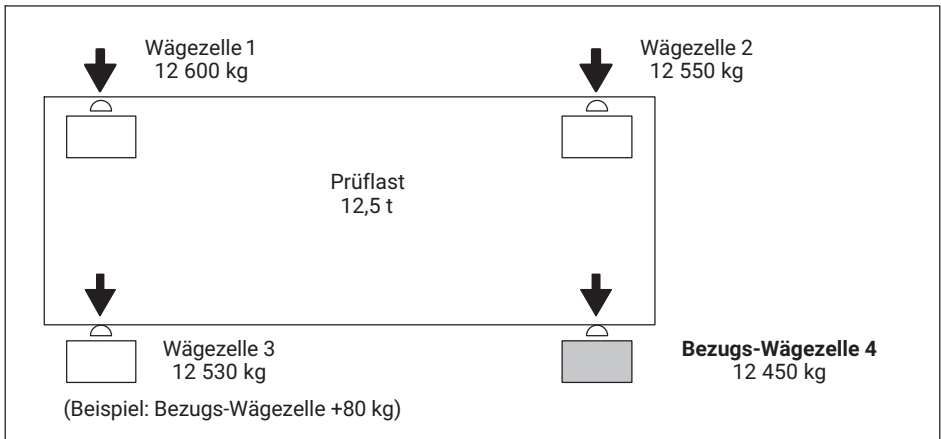

Abb. 8.1 Beispiel: Brückenwaage mit vier Wägezellen bei 12,5 t Prüflast
- Notieren Sie die Signale der Waage bei Belastung der vier Plattformecken, um die jeweiligen Differenzen (in kg) zu der Waagenecke (Wägezelle) mit der kleinsten Anzeige zu berechnen. Diese Wägezelle ist die Bezugs-Wägezelle (4) und braucht keinen Abgleich (im Beispiel Abb. 8.1, Wägezelle 4).